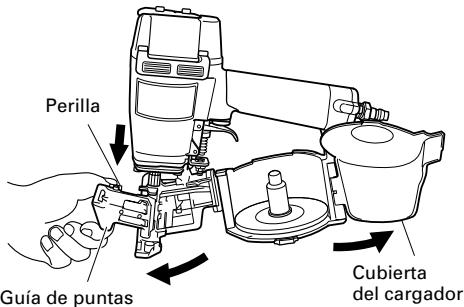

Fig. 1
- (1) Sujete la guía de puntas y la perilla con sus dedos. Apriete la perilla y oscile la guía de puntas para abrirla. Luego, abra la cubierta del cargador. (Fig. 1)